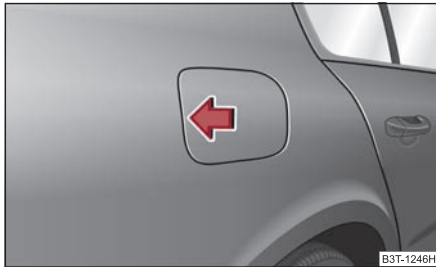

Abb. 12 Fahrzeugseite hinten rechts: Tankklappe öffnen
- Um die Tankklappe zu öffnen, drücken Sie diese auf der linken Seite im mittleren Bereich ⇒ Abb. 12.